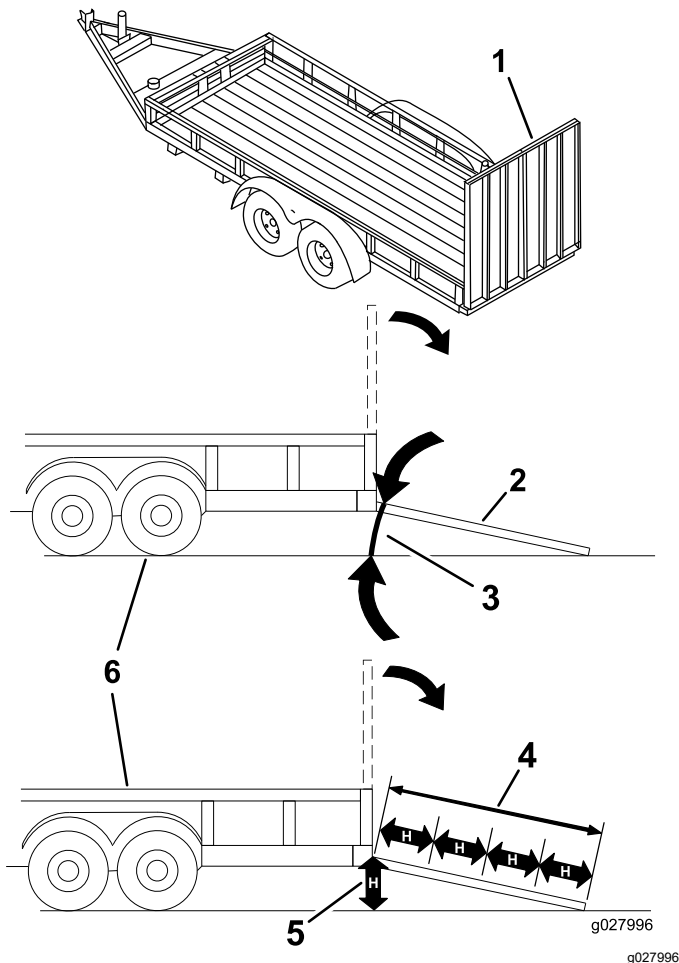

図 26
マシンをトレーラなどに搭載する作業は、機体を転倒させる危険をはらんでおり、万一そのような事故が起こると死亡事故など重大な人身事故となる図 26。
3. 歩み板を降ろす板と地面との角度が15°以下となるにすること図 26。
1. 歩み板を降ろす板と地面との角度が $15^{\circ}$ 以下となるにすること 図 26。